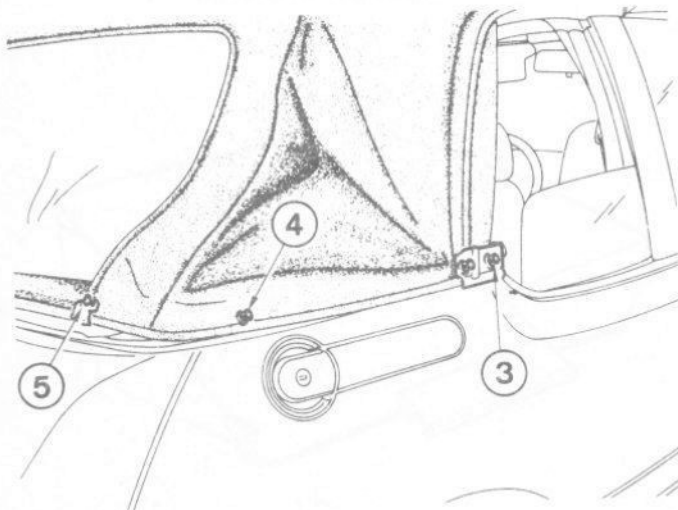

Fig. 13.122 Desserrer les boulons de maintien de support de capote (3) et les boulons de maintien de capote (4 et 5) – modèles Cabriolet (Sec 21)
- 27 A l'extérieur du véhicule, desserrer les boulons de maintien des supports de capote et ceux de la capote elle-même – voir Fig. 13.122.
43 Déplier complètement la capote et accrocher les bandes latérales de doublure de capote. Reposer et serrer les boulons illustrés à Fig. 13.122, reposer la bande enjoliveuse de la traverse arrière et la tablette arrière, puis remettre les sièges arrière. Vérifier le tension de la doublure de capote, reposer les couvercles des charnières et serrer la capote, puis vérifier la tension de ses panneaux extérieurs.